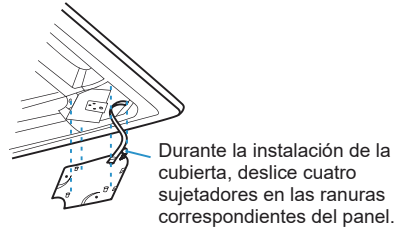

Figura 26
2. Presione suavemente la cubierta de instalación en el panel. Vea la Figura 26.